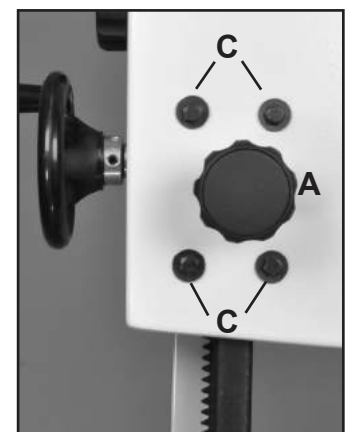

FIGURE 30
4. Desserrer les quatre boulons à tête hex. (#2C) situés à l'arrière et en haut du châssis. Fig. 30, C. Cela permettra au..